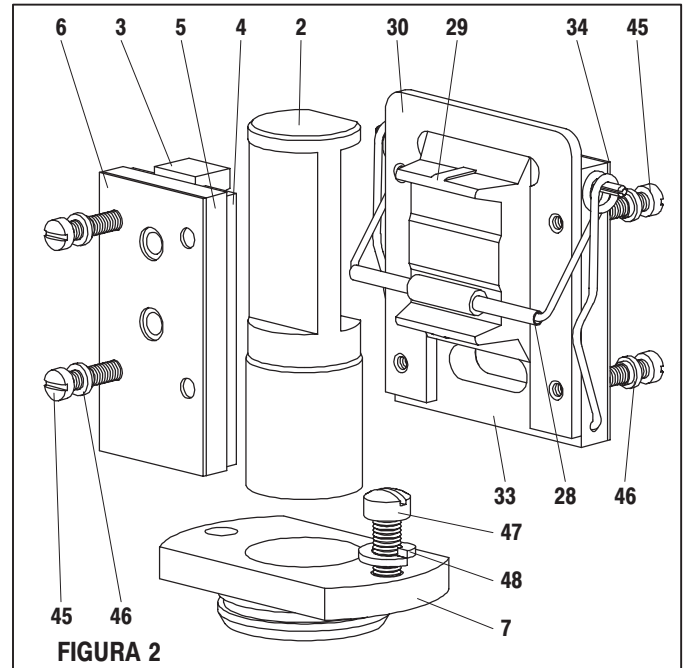

FIGURA 2
5. Con un destornillador, desenganche el montaje del resorte de inserción (28) del fondo de la placa de la válvula y montaje de la clavija (33) (ver figura 2).
6. Extraiga el montaje del resorte de inserción (28) de las clavijas en la parte superior de la placa de la válvula y montaje de la clavija (33).
7. Saque el pistón de la válvula (2) hacia arriba hasta que el casquillo superior (7) haya sido extraído de su cámara.
8. Extraiga el casquillo superior (7).